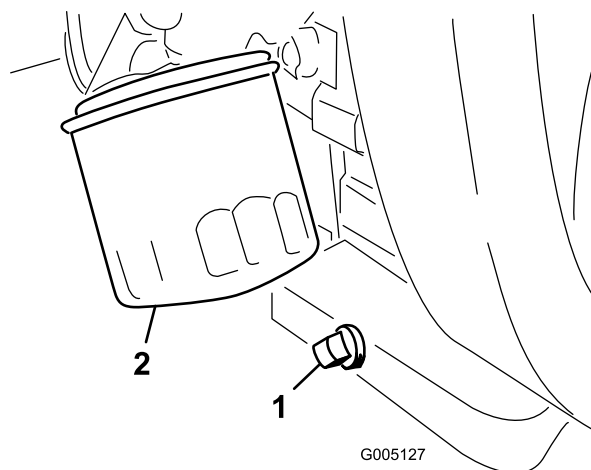

Figura 39
1. Togliete il tappo di spurgo (Figura 39) e lasciate defluire l'olio in una bacinella. Quando l'olio cessa di defluire, rimontate il tappo.
2. Togliete il filtro dell'olio (Figura 39).